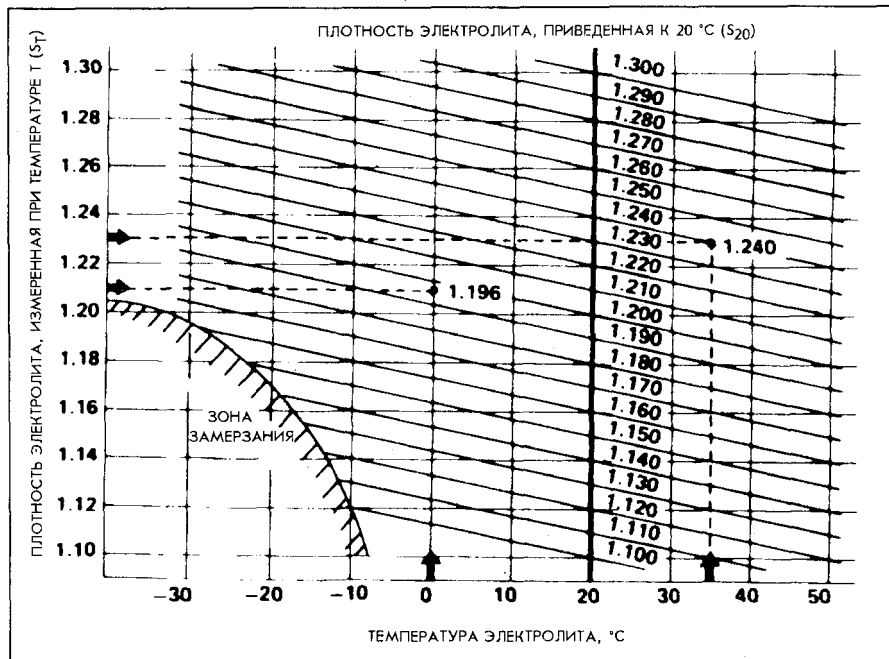

Рис. 10-5.
2. Приведите полученное значение плотности электролита к температуре 20 °С. Для этого воспользуйтесь диаграммой на рис. 10-5 или формулой